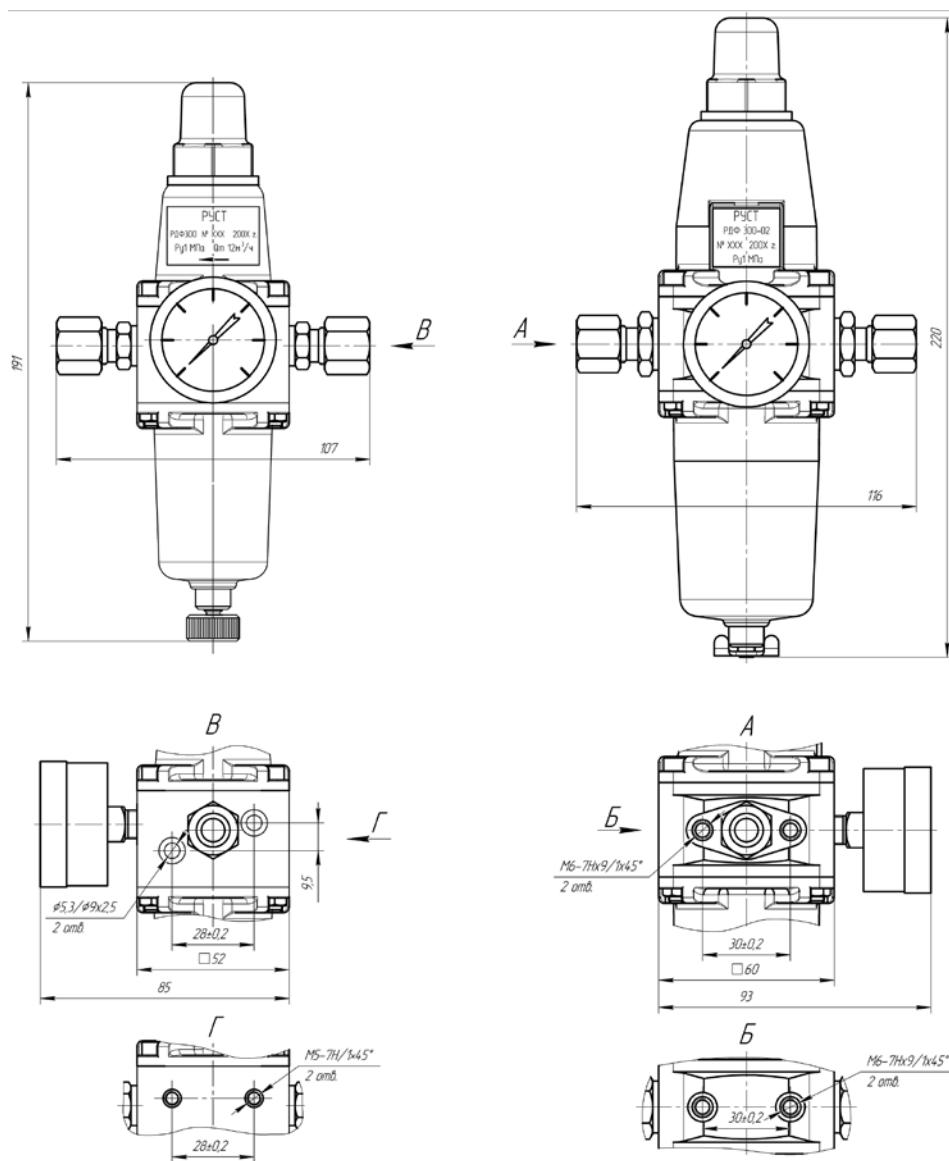

Рис. 63. Конструкция и габаритные размеры РДФ 300 G1/8
Воздух от пневмомагистралей (рис. 63) подается через входной штуцер в полость M, образованную стаканом (1) и фильтроэлементом (2). Очищенный воздух из полости N при открытии нижней дроссельной пары клапана (3) подается потребителю через выходной штуцер. Входной и выходной штуцера одинаковы и имеют присоединительную резьбу G1/8, G1/4". Через дроссель D выходное давление подается в подмембранный полости R, уравновешивая усилие, заданное пружиной (4) при помощи регулировочного винта (5). После регулировки винта (5) закрывается крышкой. При перегрузке выходное давление пересиливает пружину, поднимает мембрану, а вместе с ней и седло (6) сбросной части клапана (3), обеспечивая сброс воздуха в атмосферу через отверстие K крышки (7). Слив конденсата обеспечивается отпиранием пробки (8). В стандартном исполнении РДФ комплектуется манометром (9), по заказу имеется возможность установить манометр и на входе в РДФ.